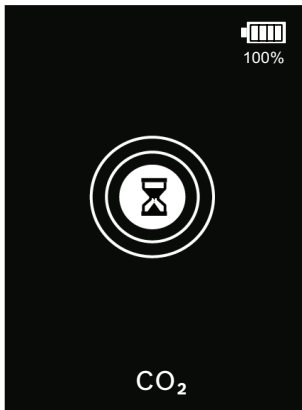

Abb. 5: Aufwärmzyklus
- ⇒ Um den Sensor vorzubereiten, durchläuft das IR LD 1.0 automatisch einen 50–60 Sekunden langen Aufwärmzyklus. Der Aufwärmzyklus wird durch eine Sanduhr angezeigt, die von einer Reihe konzentrischer Ringe umgeben ist, die von der Mitte nach außen leuchten (siehe Abb. 5).